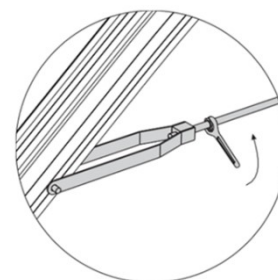

Abb.28
- Zugstange (9.0) mit einem Maulschlüssel SW 17 leicht unter Spannung setzen und die Pavillonhälfte gleichzeitig ausrichten! (Abb.28)